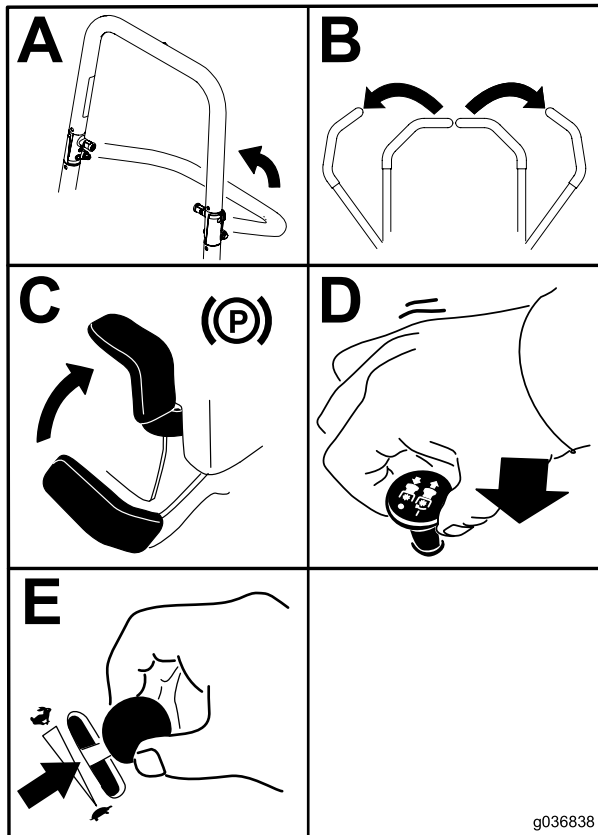

図 23
4. ブレードコントロールスイッチPTOをOFF 位置にセットする 図 23。